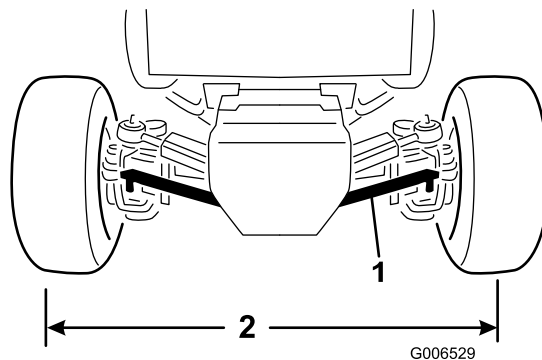

Figure 68
1. Enlevez la goupille fendue et l'écrou crénelé qui fixent une des rotules de biellette au support de montage sur le pont et détachez la rotule du pont (Figure 68).
3. Tournez la rotule de biellette dans un sens ou dans l'autre jusqu'à ce que l'entraxe soit égal à l'avant et à l'arrière des roues arrière (Figure 68).